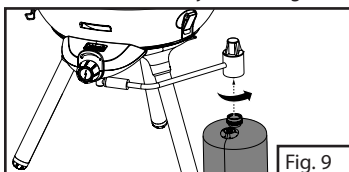

Fig. 9
4. Conecte la garrafa de propano al regulador girándola en sentido antihorario hasta ajustarla. (Fig. 9)